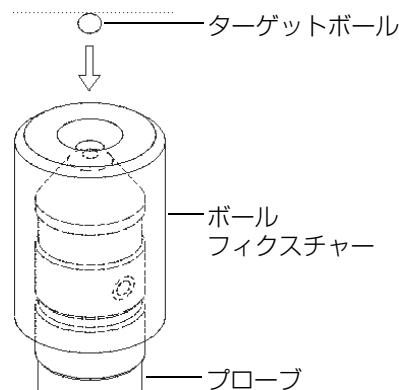

図 4-5 フィクスチャーに設置したターゲットボールとプローブの位置合わせ
3. ボールオン：測定に使用するターゲットボールを選択し、ボールサイズに適したボールフィックスチャーに設置します。ボールフィックスチャーは、ターゲットボールをプローブの先端の中央に揃えるためのものです。まず、フィックスチャーの上部にボールを置き、次に、プローブの先端の上にフィックスチャーを置いて、74 ページ図 4-5 にあるようにフィックスチャーの動きが止まるまでスライドしてください。